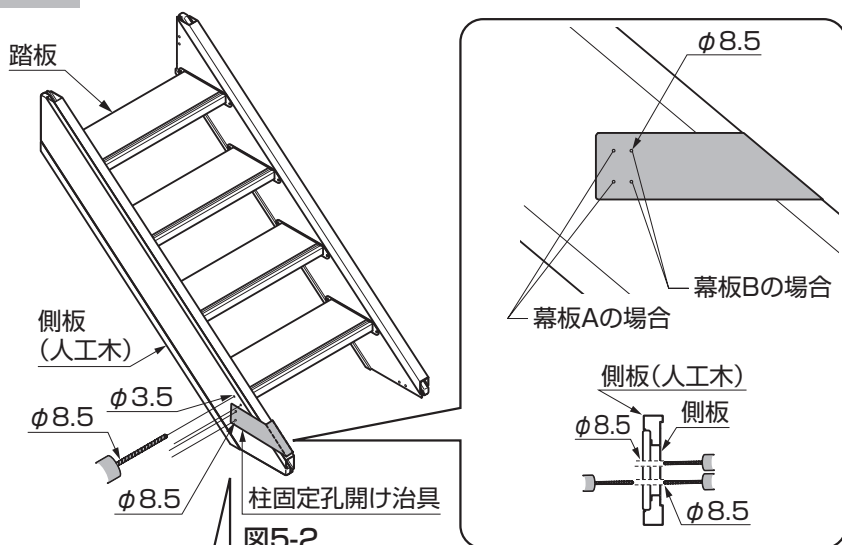

図5-2
- ①柱固定孔開け治具を図のように使い、踏板面の上か下に合わせて側板の内両側からφ8.5の貫通孔をあけてください。(図5-2参照)
- ②ガードウォーカー取付金具取付孔の上側にφ3.5の孔を2つあけてください。(図5-2参照)